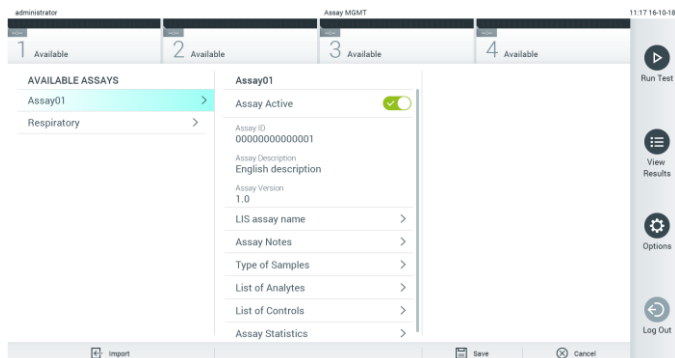

Figura 56. Attivazione dell'esame.
7. L'esame diventa attivo selezionando Assay Active (Esame attivo) (Figura 56).